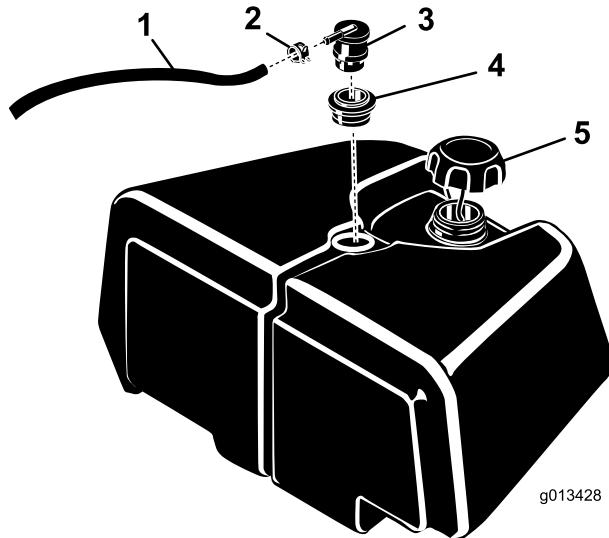

Figura 1
- Limpe a área em redor da válvula do depósito de combustível para que matéria estranha não caia dentro do depósito quando a válvula e olhal forem removidos (Figura 1).
- Desaperte a abraçadeira que prende o tubo à válvula e desligue o tubo da válvula (Figura 1).
- Retire a válvula e olhal do depósito de combustível (Figura 1).